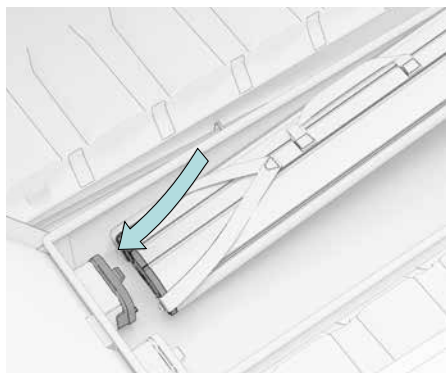

Fig. 15
1. Placez le dos de la batterie avec précaution contre la prise dans le carter de la batterie (fig. 15).